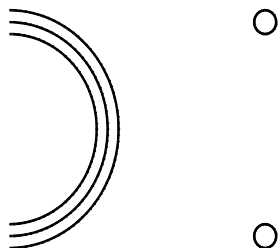

图 8-43 移动圆
- 04 单击【修改】工具栏按钮，激活【移动】命令，将两个小圆向右移动，如图 8-43 所示。